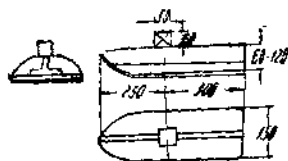

图 12
1)若向工作面倾斜,即内伪倾斜,也称“入山”,此时,截煤机或康拜因则经常挤煤帮,由于碎煤垫进机底常常发生“漂盘”,丢底煤,所以在截煤机上要把下载齿放长,同时倒装几个上截齿,或者在电动机底下穿“铁鞋”(图12),或者接连在机体外侧垫木楔,时把钢丝绳牵引支柱打靠老塘;在康拜因上则把外围截齿放长,把机器底部外侧垫木楔,同样的把牵引支柱靠近老塘便可。